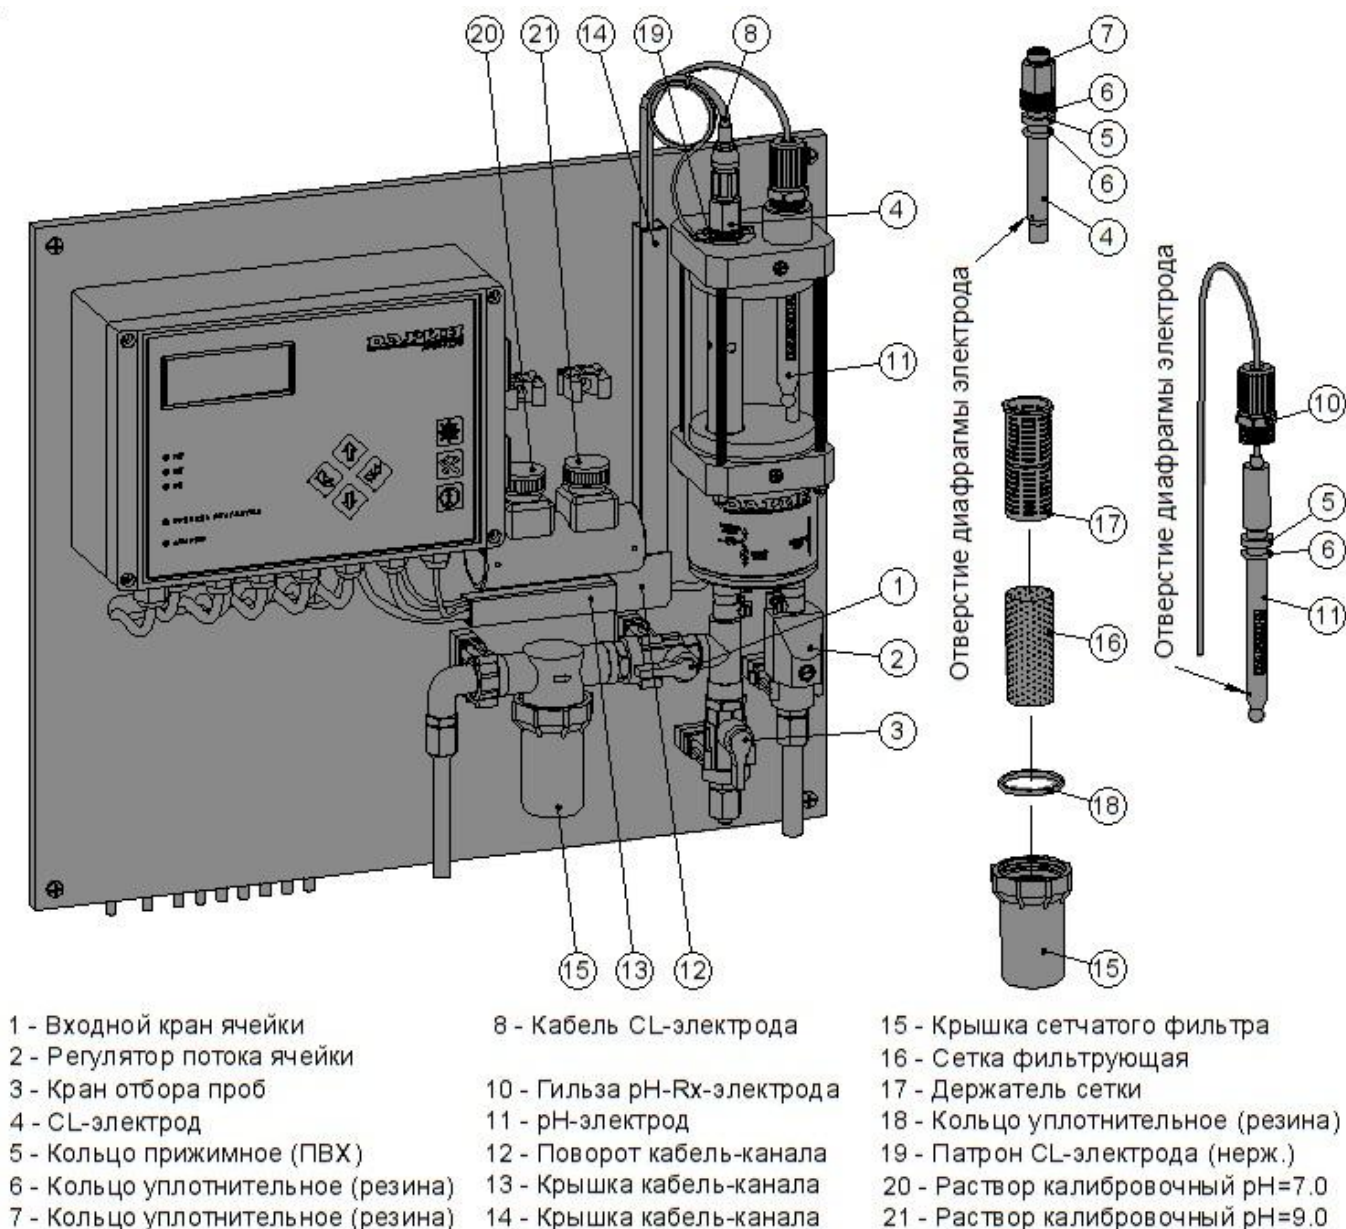

Рис.5.2-1 Измерительная ячейка CL, pH на панели управления Кристалл
- входной кран и кран отбора проб измерительной ячейки (см. рис.5.2-1, поз.1 и 3).
- провод опорного напряжения кабеля поз.8 (красного цвета) соединить с патроном CL-электрода поз.19, для чего наконечник провода зафиксировать винтом патрона, как это показано на рис. 5.2-1.
При установке CL-электрода обратить внимание на то, чтобы в стеклянной колбе электрода около отверстия диафрагмы электрода (см. рис.5.2-1) не было пузырьков воздуха; при необходимости аккуратно встряхнуть электрод (как при обращении с градусником) и устранить воздух.
При установке pH-электрода обратить внимание на то, чтобы в стеклянном шарике на конце электрода и около отверстия диафрагмы электрода (см. рис.5.2-1) не было пузырьков воздуха; при необходимости аккуратно встряхнуть электрод (как при обращении с градусником) и устранить воздух.